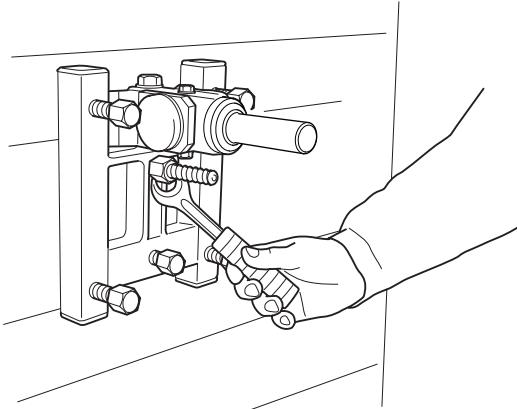

Fig.8
- Perforar un agujero (15 mm) en la pared y golpear el tornillo de expansión. Atornillar la placa base GB 40 AT con una llave de 24 mm (fig.8).
- Abrir um furo (15 mm) na parede e aplicar o parafuso de expansão. Aparafusar a placa base GB 40 AT com a chave de 24 mm (Fig. 8).
- Drill a hole (15 mm) in the wall and knock in the expander bolt. Bolt down the base plate GB 40 AT, use a 24 mm spanner (Fig.8).